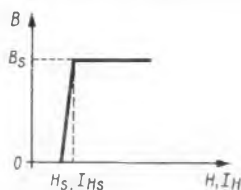

Bild 5. Magnetisierungskurve mit ausgeprägtem Sättigungsknick
quenz. Dimensioniert man nach der Bemessungsvorschrift (2), d. h. ist $U_1 = U_B$, dann gilt für die Primärwindungszahl bei Annahme einer rechteckigen Magnetisierungskurve und bei einem Magnetisierungsstrom I_{HS} im Sättigungsknick (Bild 5), der klein gegen den übersetzten Basisstrom \bar{I}_B/\bar{u} ist (d. h. bei annähernd rechteckförmiger Spannung u_1), die Formel
- B_S = Sättigungsinduktion (Bild 5)
Damit die Treiberspannung u_1 während der Halperiode möglichst konstant bleibt, muß der Magnetisierungsstrom vor Einsetzen der Sättigung klein gegen den übersetzten Basisstrom sein. Andererseits erzeugt ein sehr kleiner Magnetisierungsstrom bei seinem Sättigungsanstieg nur einen verhältnismäßig geringen Spannungsabfall am Widerstand R_K , so daß der Umschaltvorgang nicht kräftig genug eingeleitet wird. Ein günstiger Kompromiß für den Sättigungswert I_{HS} (Bild 5) des Magnetisierungsstromes liegt im Bereich
wie möglich zu halten; denn mit steigendem Restluftspalt wird die Scherung der Magnetisierungskurve (Bild 5) größer, um so schlechter wird daher das Umschaltverhalten des Wandlers. Bei Kernen mit wenig ausgeprägtem Sättigungsknick wird sich mit dem Wert s auch die Frequenz ändern. Erfahrungsgemäß kann bei normalem Aufwand mit einem wirksamen Restluftspalt $s \approx 0,02 \text{ mm}$ gerechnet werden. Im vorliegenden Fall ergibt sich aus Gleichung (5) mit den Zahlenwerten des vorigen Abschnittes